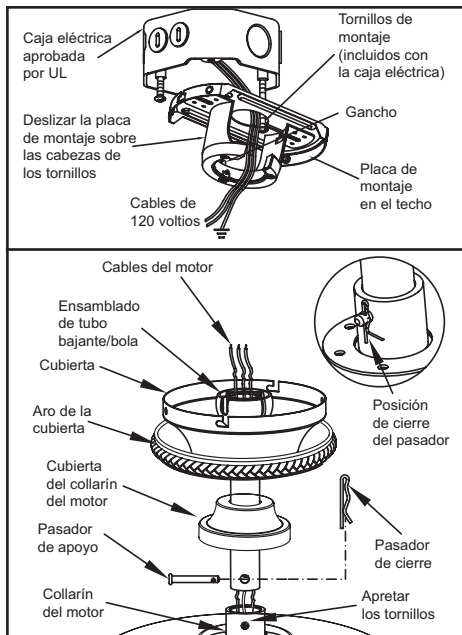

Figura 7
cubierta. Asegúrate de que las aberturas en forma de ranura estén en la parte superior. Inserta los cables a través de la cubierta y luego a través del ensamblado del tubo bajante y la bola (Figura 7).
5. Alinea los orificios en la parte inferior del tubo bajante con los orificios en el collarín de la parte superior de la carcasa de motor (Figura 7). Con cuidado inserta el perno a través de los orificios en el collarín y el tubo bajante. Ten cuidado de no apretarlo contra el cableado dentro del tubo bajante. Inserta el pasador de cierre en el orificio cercano al extremo del pasador de soporte hasta que quede encajado en su posición.
1. Pasa los cables de suministro de 120 voltios a través del orificio central de la placa de montaje del techo como se muestra en la Figura 7.
2. Instala la placa de montaje del techo en la caja eléctrica deslizando la placa de montaje sobre los dos tornillos provistos con la caja eléctrica (Figura 7). Cuando uses un montaje cerca del techo, es importante que la placa de montaje esté nivelada. Si es necesario, usa arandelas niveladoras (no incluidas) entre la placa de montaje y la caja eléctrica. Nota que el lado plano de la placa de montaje está hacia la caja eléctrica.